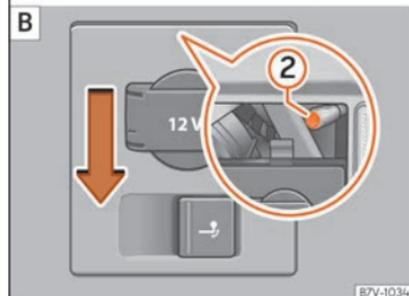

Fig. 115 Na lateral da bagageira: desmontar as luzes posteriores esquerda e direita. ① retirar o protetor; ② parafuso de fixação.
3.	Girar a proteção ① 90° no sentido da seta e retirá-la.
4.	Desenrosar o parafuso de fixação » Fig. 115 ② com a chave de fendas das ferramentas de bordo » Página 89. O parafuso permanece fixo na sua posição.